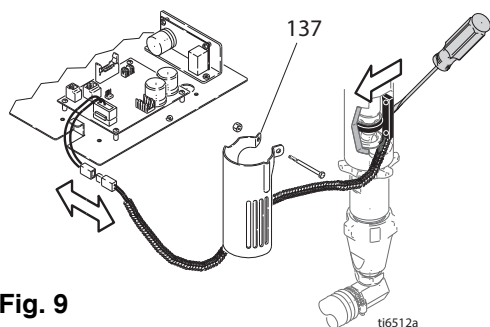

Fig. 9
- 1 Fig. 9. Desconecte el cable del contador de galones de la parte posterior del dispositivo de control de presión y del motor.
- 2 Retire la protección (137) y el interruptor de láminas del motor hidráulico.
- 3 Instale un nuevo interruptor de láminas y una protección (137) en el motor hidráulico.
- 4 Fig. 9. Conecte el cable del contador de galones en la parte posterior del dispositivo de control de la presión y del motor.